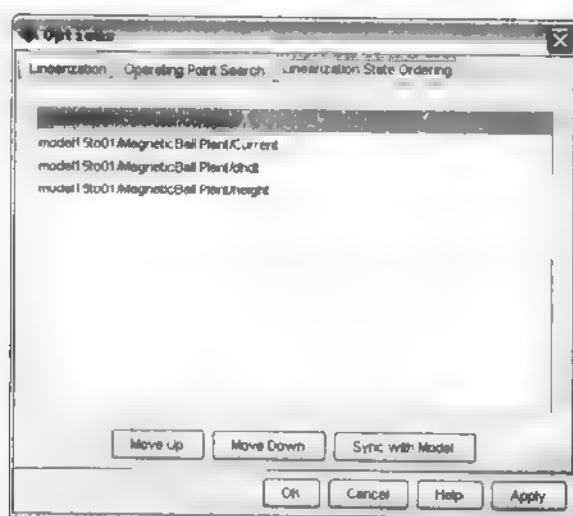
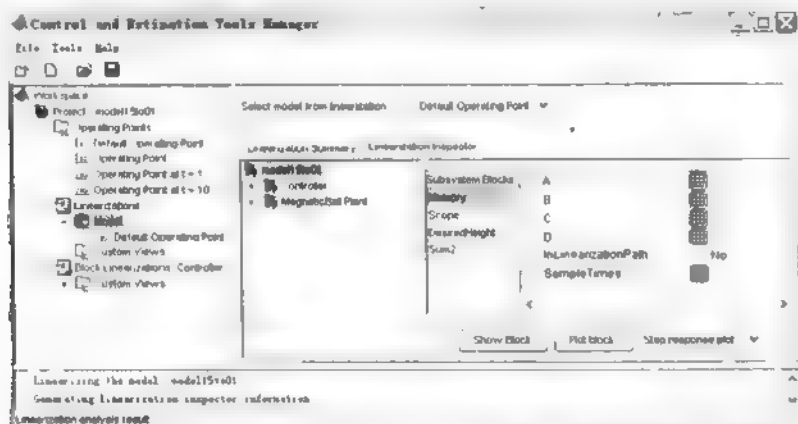

图 15.25 Linearization State Ordering 选项卡
图 15.30 Simulink Control Design 的 Linearization Inspector 选项卡
(3) 修改状态的顺序。修改线性化模型中状态向量中状态的顺序，这对比较不同模型的状态非常有用。可以通过选择 Control and Estimation Tools Manager 窗口中的 Tools | Options 命令，在弹出的对话框中选择 Linearization State Ordering 选项卡，如图 15.25 所示。
(2) 检查模块。为了一个模块接一个模块检查，可以在图 15.25 的右边窗格选择 Linearization Inspector 选项卡，就会显示每个模块的线性化信息。通过这些给定的信息确定线性化是否给出期望的结果，还可以利用不同的工作点或者参数来比较线性化结果，如图 15.30 所示。